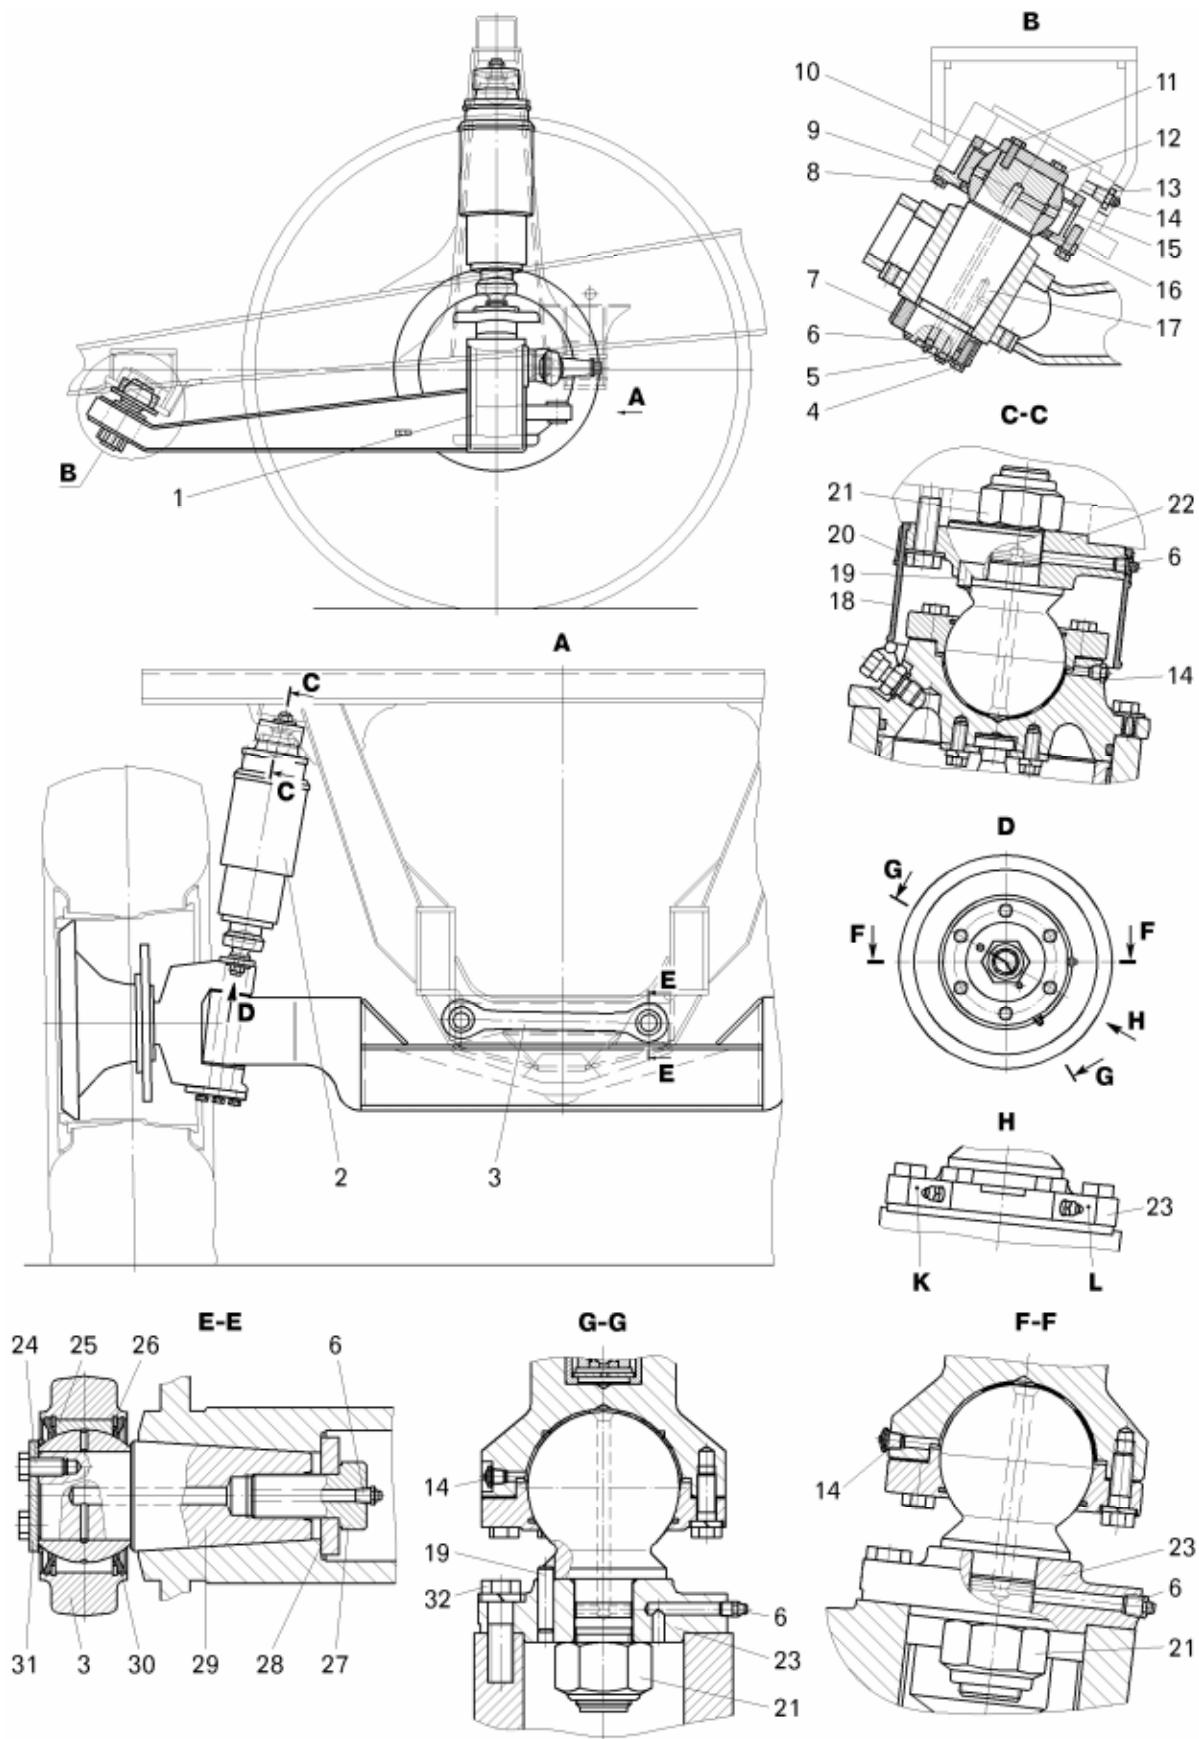
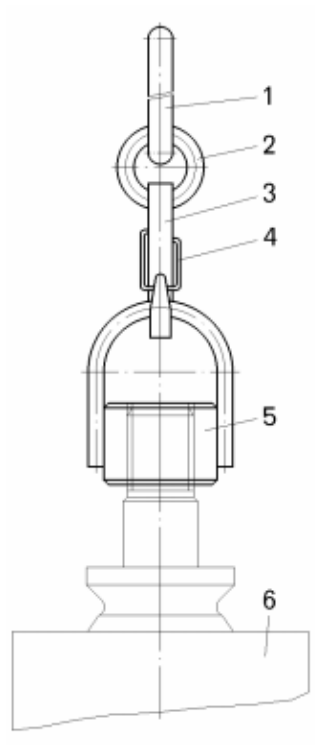

Рисунок 9.1 – Передняя подвеска:
Рисунок 9.8 – Чалочное приспособление для транспортировки цилиндра подвески:
Передняя подвеска – зависимая, состоит из двух пневмогидравлических цилиндров 2 (рисунок 9.1), продольного рычага балки передней оси 1 с центральным шарниром и поперечной штанги 3.
– отвернуть шесть болтов на нижнем кронштейне 23 (смотри рисунок 9.1);
– отвернуть шесть болтов с верхнего кронштейна 22 (смотри рисунок 9.1) и снять цилиндр вместе с кронштейнами;
Снятые с самосвала, с помощью захватного устройства передние и задние цилиндры подвески, можно транспортировать на участок разборки и сборки цилиндров с использованием чалочного приспособления (рисунок 9.8). Для транспортировки необходимо отвернуть верхнюю самостопающую гайку 21 (смотри рисунок 9.1) или гайку 28 (смотри рисунок 9.3) цилиндра подвески и установить чалочное приспособление. Резьба на хвостовиках шаровых опор передних и задних цилиндров подвески одинаковая – М36×2.